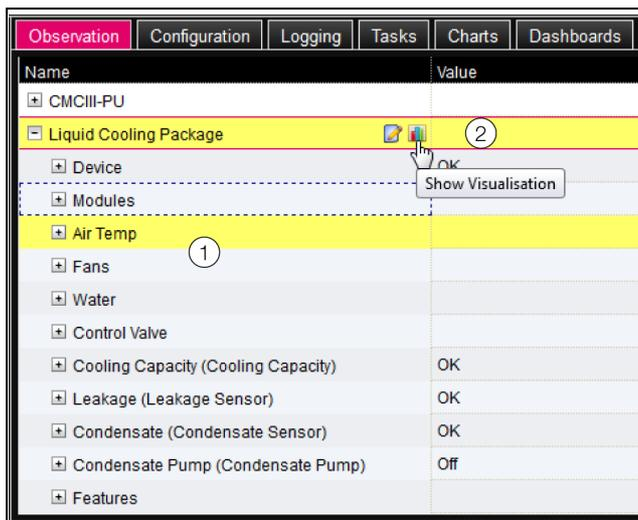

Abb. 115: Baumstruktur
Wenn nach Anwahl der Ebene „Liquid Cooling Package“ die untergeordneten Einträge „Device“, „Air“, „Water“ usw. angezeigt werden (Abb. 115) schalten Sie folgendermaßen auf die grafische Darstellung um:
- Drücken Sie das farbige „Grafik“-Symbol hinter dem Eintrag „Liquid Cooling Package“ in Form eines stilisierten Diagramms (Abb. 115, Pos. 2).
Die Anzeige wechselt in die Baumdarstellung (Abb. 115) und Sie können gezielt auf die einzelnen Einstellwerte für das Liquid Cooling Package zugreifen.